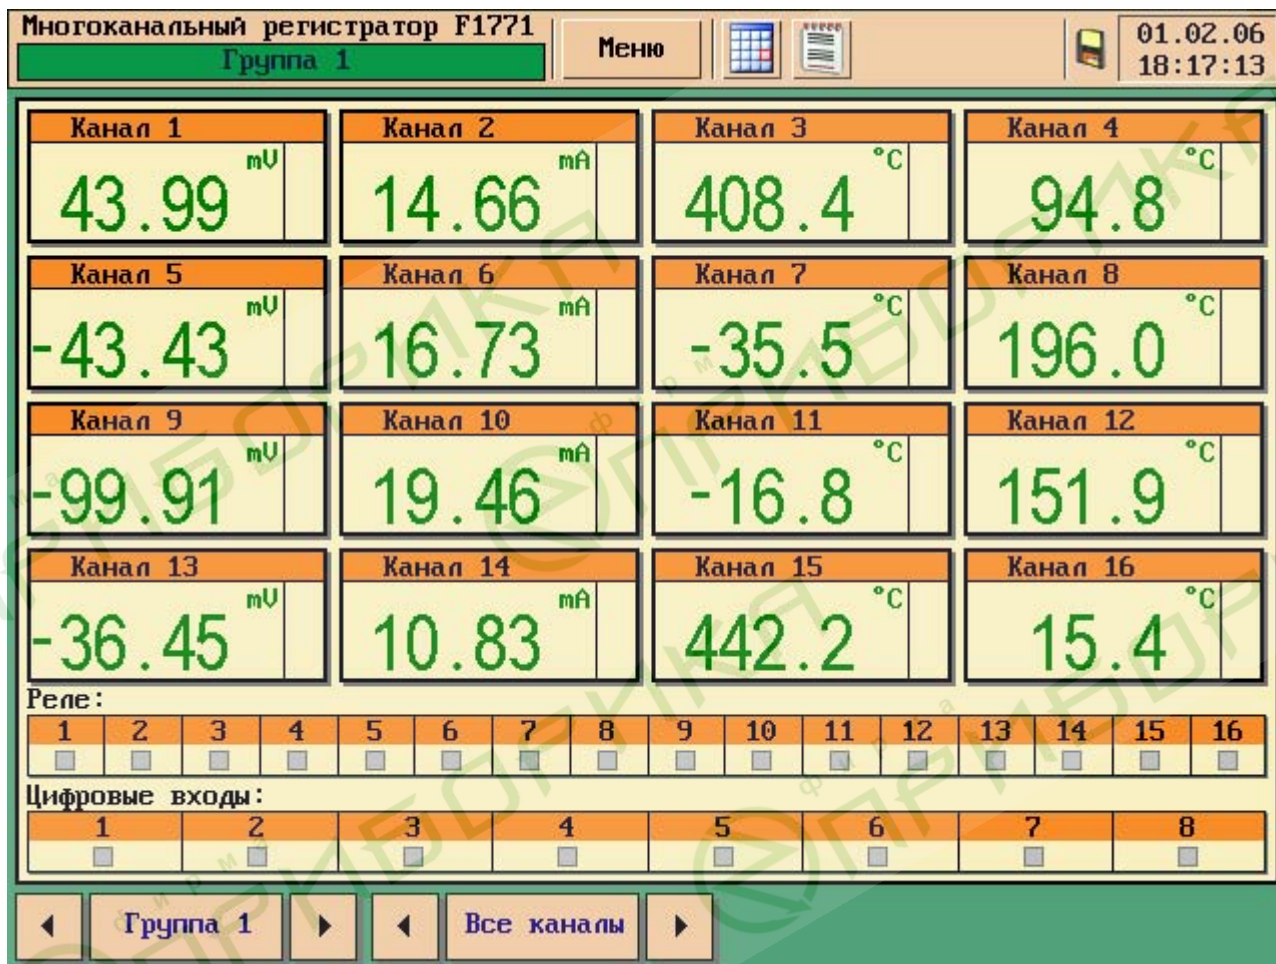

Рис. 2
1. **«Все каналы»** – режим просмотра на экране в цифровом виде результатов измерения по всем входным каналам (8 или 16) в соответствии с установленными параметрами конфигурации каналов (рис. 2). При этом на экране отображаются до 16 одинаковых по размеру окон со следующей информацией: